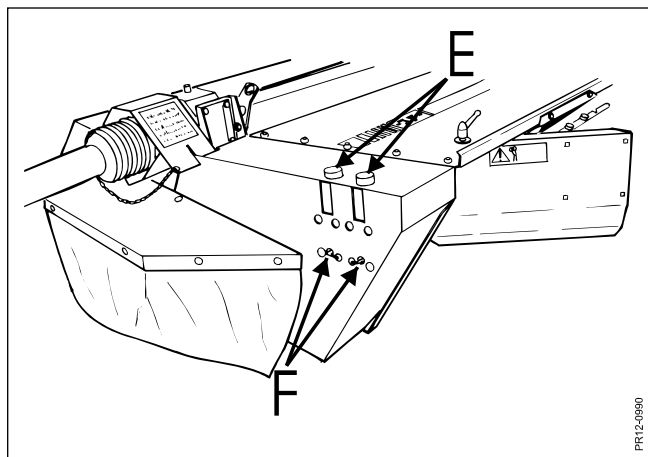

Fig. 4-7
**Fig. 4-7** Kædetræk og tandhjulstræk smøres ved drypsmøring. Oliebeholderen **E** (1 stk. på SM-modellerne og 2 stk. på SC-modellerne) fyldes med kædesavs olie. Der efterfyldes ca. hver 20. driftstime (0,5 liter).